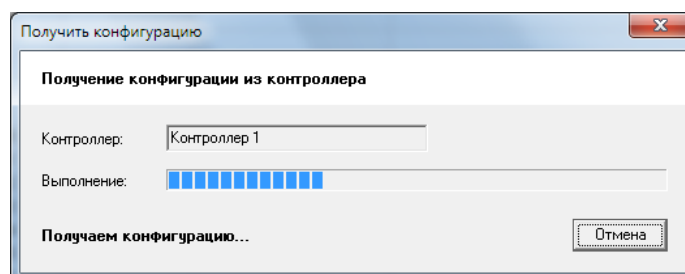

Рисунок 324 – Получение конфигурации из контроллера
- 9) Нажмите кнопку "Выбрать" диалога "Выбор контроллера", на экране отобразится процесс чтения конфигурации (см. Рисунок 324). Дождитесь окончания обмена данными с контроллером.